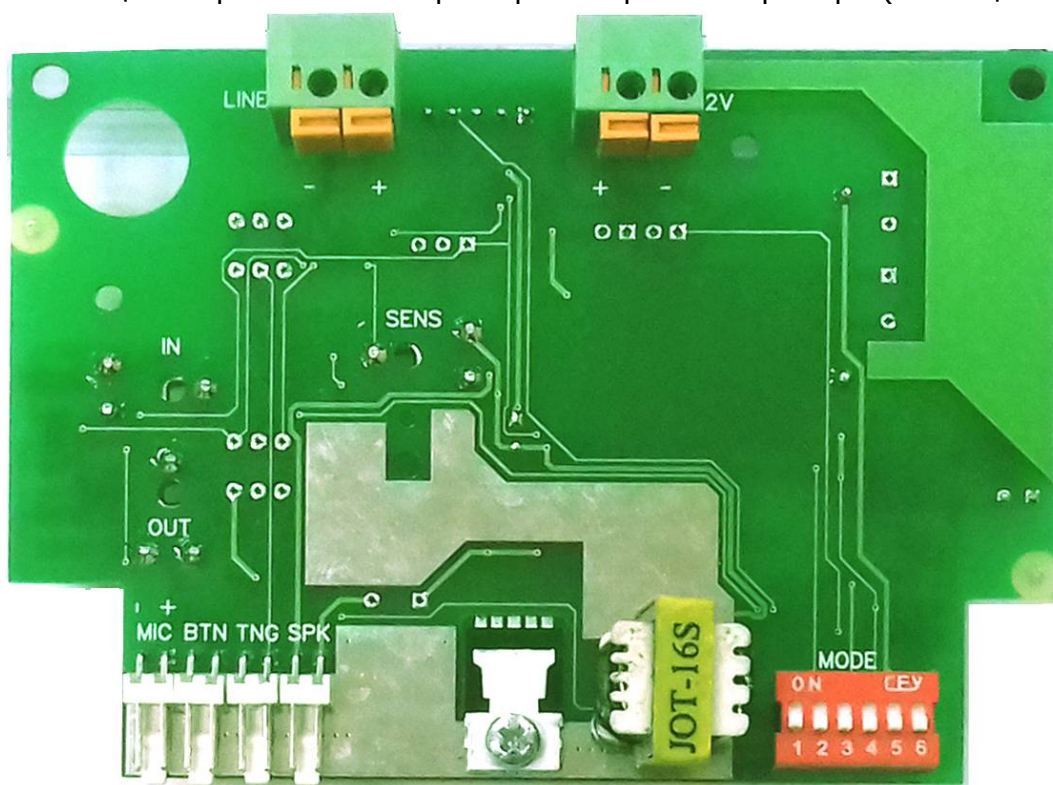

Рисунок 6.1. Расположение элементов регулировки на плате прибора GC-4017M3/M4
- Подключите провода к клеммам прибора GC-4017M3/M4 (рис. 6.1), а у прибора GC-4017D1.1 к клеммам «Линия», которые расположены на задней крышке прибора.